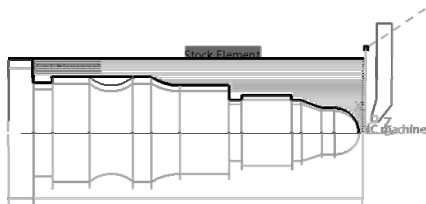

图 6-25 刀具路径轨迹（1）
- 单击“Rough Turning.1”对话框中的 Tool Path Replay 按钮，弹出“Rough Turning.1”对话框，同时在图形区显示刀具路径轨迹（1）如图 6-25 所示。